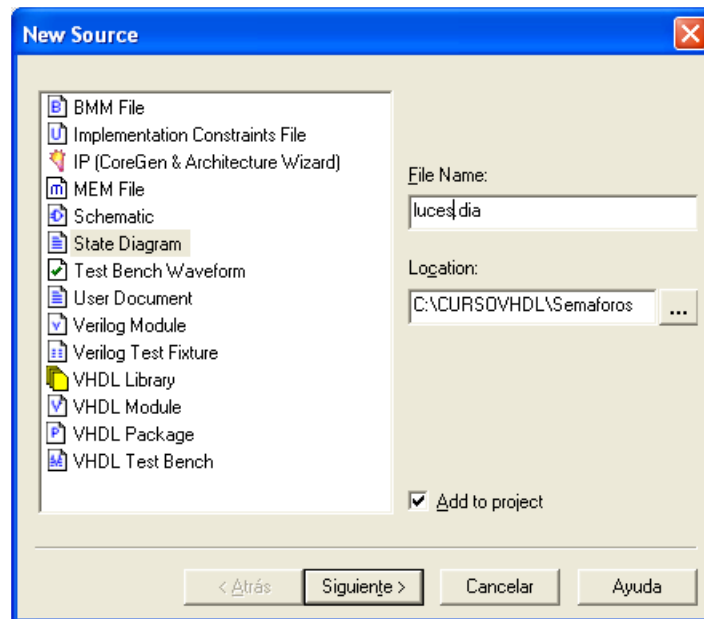
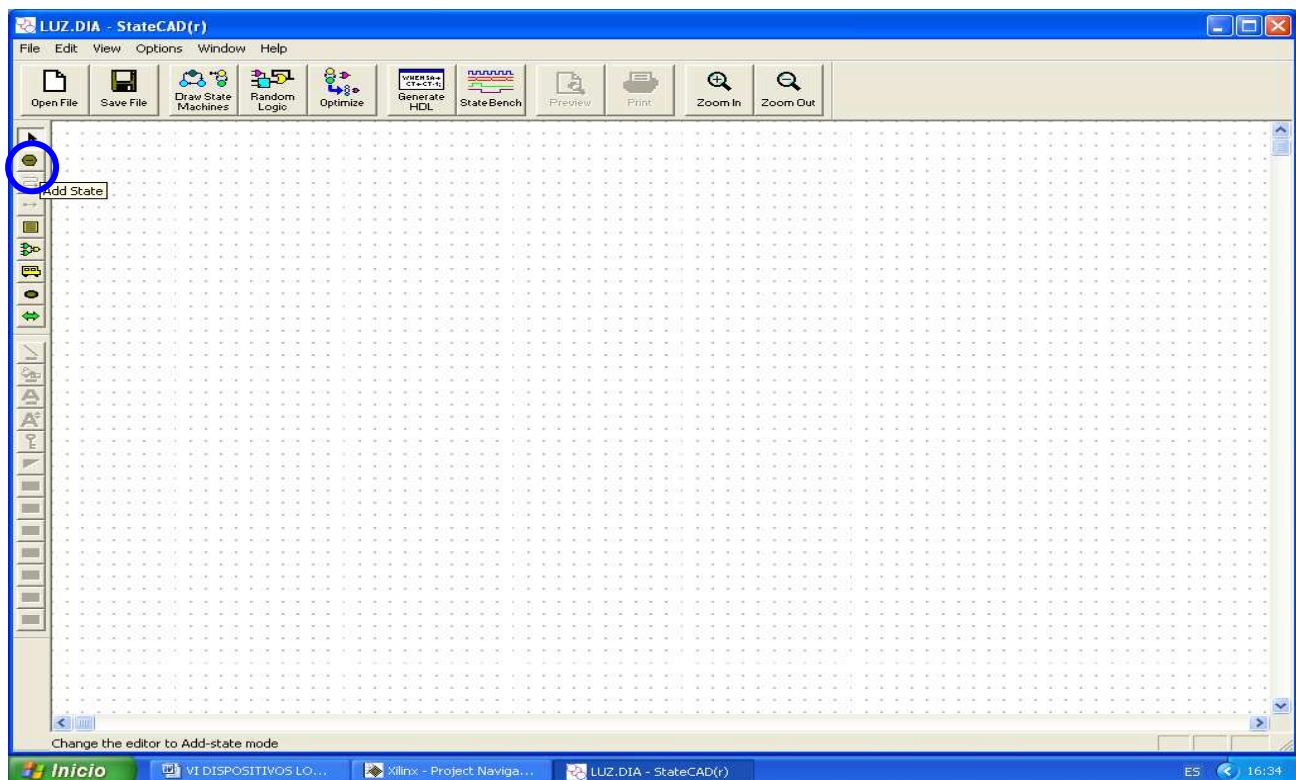

Figura 6.11. Máquina de estados utilizando el editor de diagrama de estados
Figura 6.12. Editor de diagrama de estados, mostrando la opción para adicionar estados
- Seleccione “Project” → “New Source” → “State diagram”. Asigne el nombre “luces” con la extensión “.dia” y verifique que la opción “Add to project” esté elegida, como se observa en la figura 6.11. Dé “click” en siguiente y, en la ventana de información que aparece a continuación, en finalizar para abrir la ventana del editor de diagramas de estado. El editor de diagramas de estados se muestra en la figura 6.12
- Para incluir los estados, dé “click” en el botón con el icono “Add State”, localizado en la columna de la izquierda y mostrado dentro de un círculo en la figura 6.12. Posteriormente, con el apuntador del “Mouse”, dentro de la ventana de edición, dé 4 “clicks” para incluir los cuatro estados.